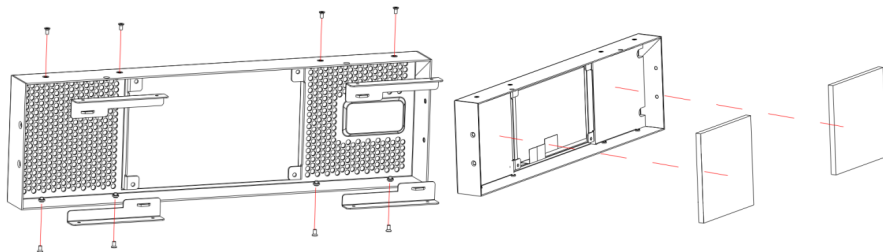

Рисунок 6.4. Замена пылевого фильтра
- Открутить фиксирующие винты, удерживающие фиксаторы пылевых фильтров, заменить фильтрующие элементы (см. рис. 6.4), собрать и установить на место лицевую панель